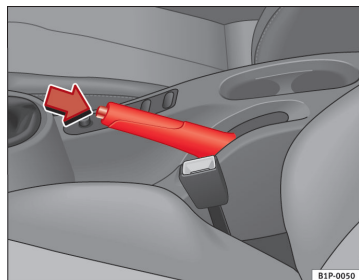

Fig. 129 Håndbremse mellem forsæderne
- Træk håndbremsearmen helt op ⇒ Fig. 129.
- Træk håndbremsearmen et stykke opad, tryk låseknappen i pilens retning ⇒ Fig. 129, og før håndbremsearmen helt ned ⇒ ⚠.